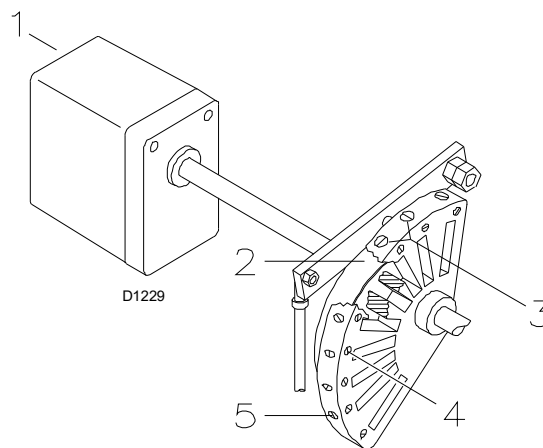
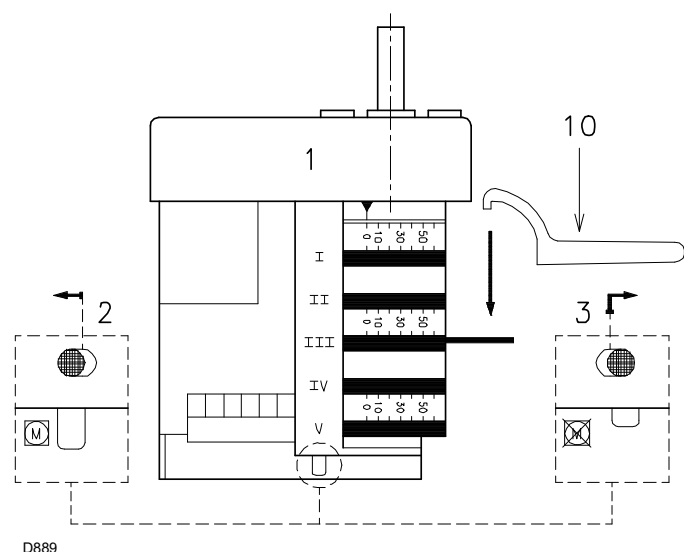

Fig. 28
Fig. 29
Variați profilul final al camei 2)(Fig. 28) acționând asupra șuruburilor 5).
Variați profilul inițial al camei 2)(Fig. 28) acționând asupra șuruburilor 3).
Opriti arzătorul prin pornirea comutatorului 1)(Fig. 28), poziția off, eliberând cama 2)(Fig. 28) de la servomotor, apăsând și deplasând butonul 3)(Fig. 29 la pag. 26) spre dreapta și verificați de mai multe ori prin rotirea camei 2) înainte și înapoi cu mâna că mișcarea este ușoară și nerestricționată.
Reconectați cama 2) la servomotor prin deplasarea butonului 2)(Fig. 29 la pag. 26) spre stânga.
După finalizarea reglării, fixați-o acționând asupra șuruburilor 4)(Fig. 28).
Pentru orice reglare a camei III, în special pentru mișcări mici, este posibilă utilizarea tastei speciale 10)(Fig. 29) ținută de un magnet sub servomotor.
- 5 s :** Pornirea servomotorului: roțiți spre dreapta cu 130°, adică până la contactul cu cama I) (Fig. 29 la pagina 26). Amortizorul de aer este poziționat la puterea MAXIMĂ.
- 69 s :** Servomotorul se rotește spre stânga până la intervenția contactului pe cama III) (Fig. 29 la pagina 26).
- Arzătorul se oprește atunci când cererea de căldură este mai mică decât cea furnizată de arzător la puterea MINIMĂ (secțiunea F-G). Telecomanda TL se deschide, servomotorul revine la unghiul de 0° limitat de contactul camei II) (Fig. 29 la pagina 26). Amortizorul se închide complet pentru a minimiza pierderile de căldură.
Eliberați cama 2)(Fig. 28 pagina 25) de la servomotor, apăsând și deplasând butonul 3)(Fig. 29 la pagina 26) spre dreapta și verificați manual dacă rotația sa, înainte și înapoi, este lină.
Rețineți cama din nou prin deplasarea butonului 2)(Fig. 29 la pagina 26) spre stânga.